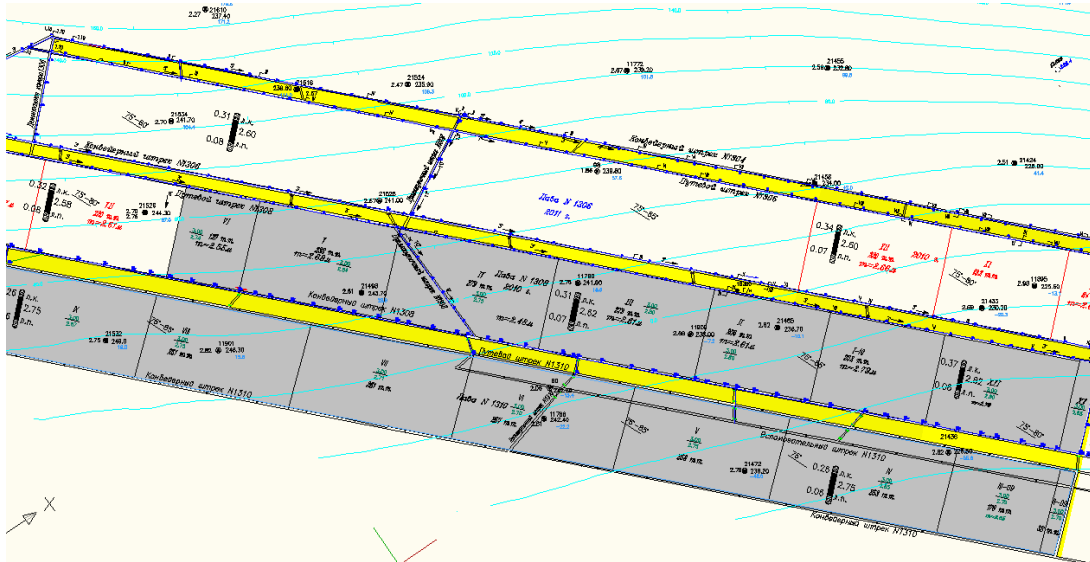

Рис. 52. Фрагмент плана подземных горных работ
1. Ознакомьтесь с планом горных работ, фрагмент которого приведен на рис. 52. Определите, какие условные обозначения использовались при его построении. Найдите несоответствие требованиям ГОСТ 2.850-75 – ГОСТ 2.857-75. Объясните причины несоответствия.